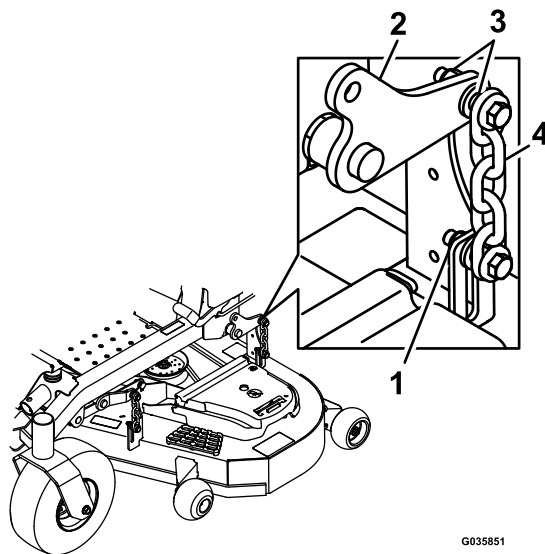

Figura 87
13. Afloje las contratruercas (Figura 87) en las 4 esquinas y compruebe que la carcasa de corte está bien asentada sobre los cuatro bloques.